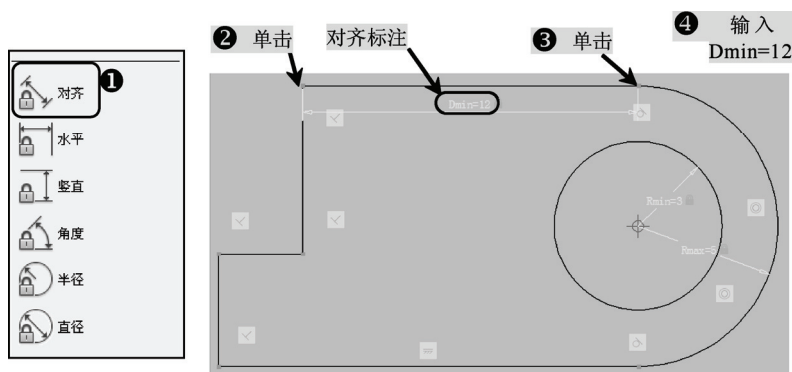

图 10-23 标注 Dmin
12) 在块编写选项板上单击选择“尺寸约束”选项卡, 选择“对齐”工具, 对图中所示线段进行“对齐”标注, 单击目标对象确定后, 输入“Dmin=12”, 如图 10-23 所示。